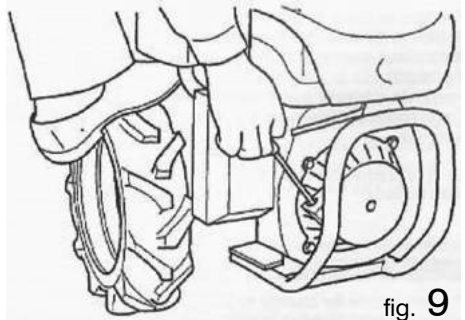

fig. 9
- 3) Puxe lentamente da correia de arranque até encontrar resistência. Uma vez encontre resistência, segure os pés no chão e puxe energicamente (fig. 9).